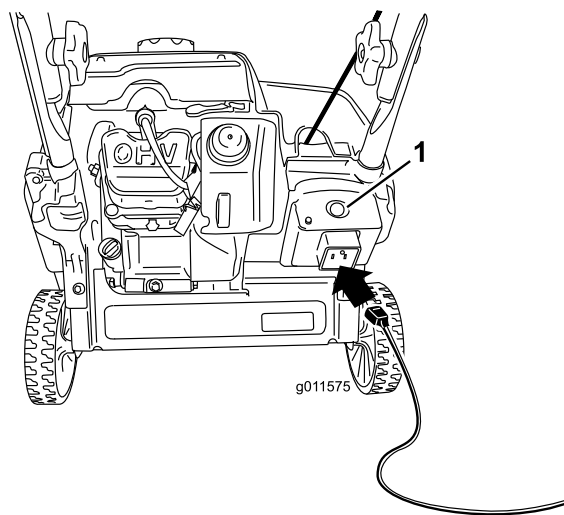
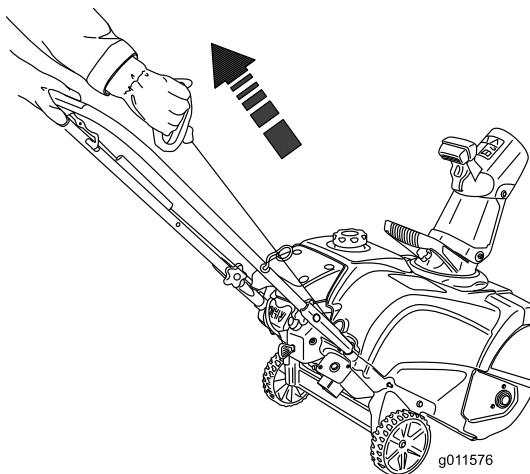

Рисунок 18
Рисунок 19
4. Присоедините удлинительный кабель к источнику питания и снегоочистителю, затем нажмите кнопку электрического стартера (только у модели 38283) (Рисунок 18) или вытяните рукоятку механического стартера (Рисунок 19).